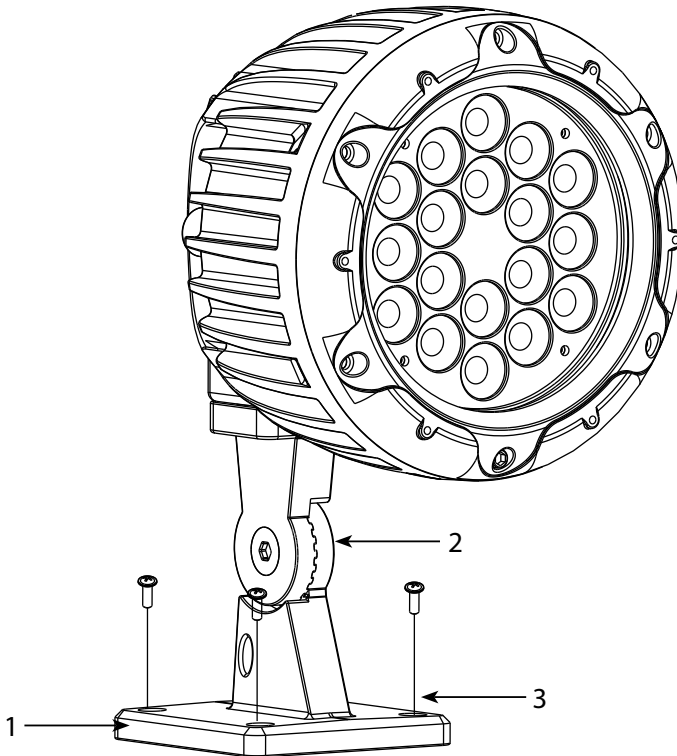

Fig.2
L'ARCSPOT18RGB può essere collocato su un piano solido (fig.2). Inoltre, grazie alle possibilità di fissaggio con la staffa di supporto (1), l'unità può essere montata su diverse superfici come pareti e soffitti. Per il fissaggio occorrono dei supporti robusti per il montaggio. L'area di collocazione deve avere una stabilità sufficiente e supportare almeno 10 volte il peso dell'unità.